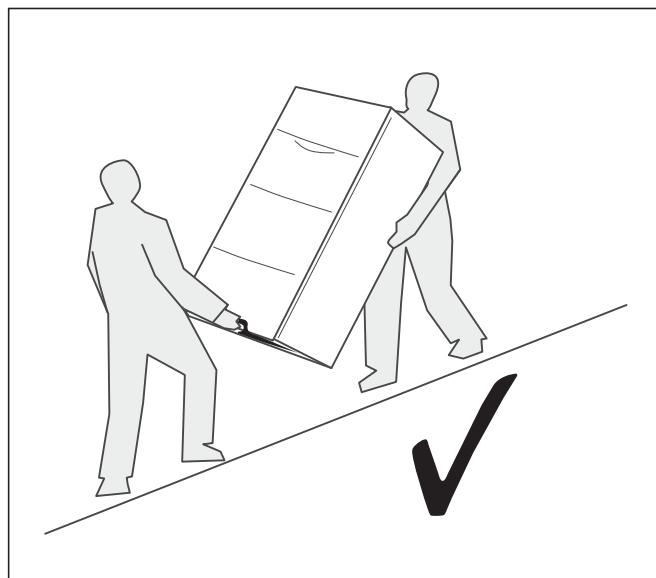

Fig. 4.3 Transport correct
- Ne transportez l'appareil que tel qu'il illustré sur la Fig. 4.3.